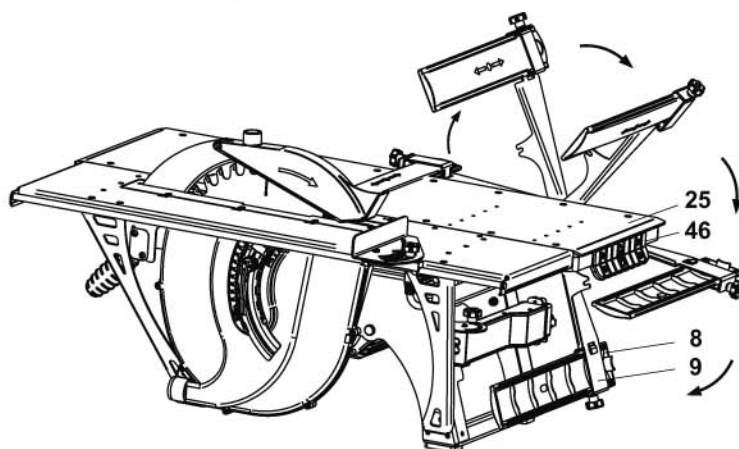

Рис. 10
- отвернуть винт **29** и кронштейн **9** с ограждением ножевого вала **8** (рис.2) повернуть на  $180^\circ$ , поместив его под передним строгальным столом, положение кронштейна с ограждением под передним столом показано на рис.10;